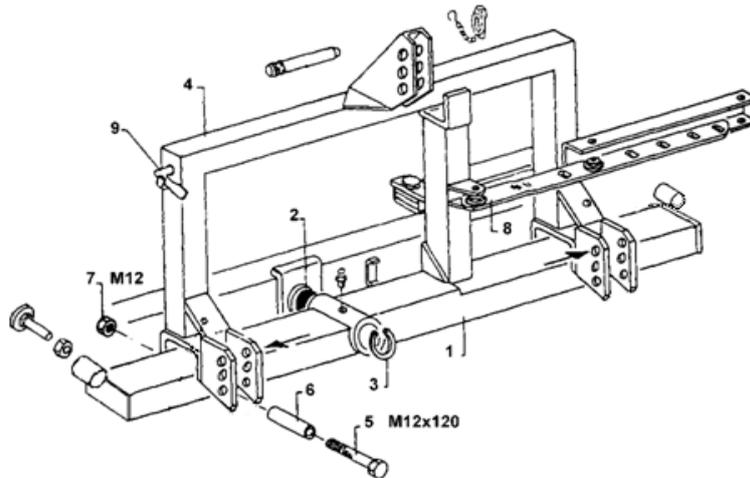

Abb. 31
Schwenktraverse (1) auf Zentralbolzen (2) aufschieben und mit Anschlagring und Federstift (3) sichern. Anhängerbock (4) auf Schwenktraverse (1) aufsetzen und mit Schrauben (5), Distanzrohr (6) und Sicherungsmuttern (7) befestigen. Arretierlasche (8) wie gezeigt mit Schrauben M16 x 30 in Standardeinstellung montieren. Eine andere Einstellung der Arretierlasche (8) unbedingt am Schlepper abstimmen, um eine Kollision der Gelenkwelle mit der Anhängung zu vermeiden! Montageschlüssel (9) zum Klingenwechsel, wie in Abb. 31 gezeigt, durch die Bohrung in den Anhängerbock (4) einschieben und nach hinten in den Winkel einlegen.